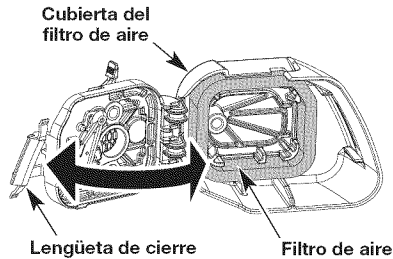

Fig. 14
1. Abra la tapa del filtro de aire presionando sobre la lengüeta de cierre hacia adentro y tirando de la tapa del filtro de aire (Fig. 14).
2. Quite el filtro de aire (Fig. 14).
6. Vuelva a colocar el filtro de aire en la placa de base (Fig. 14).
7. Vuelva a instalar la tapa del filtro de aire. Coloque las dos lengüetas pequeñas de la tapa del filtro de aire en las dos ranuras y empuje la tapa del filtro de aire hacia abajo, asegurándose de alinear la lengüeta del seguro con la ranura de la lengüeta, hasta que encaje en su lugar (Fig. 14).